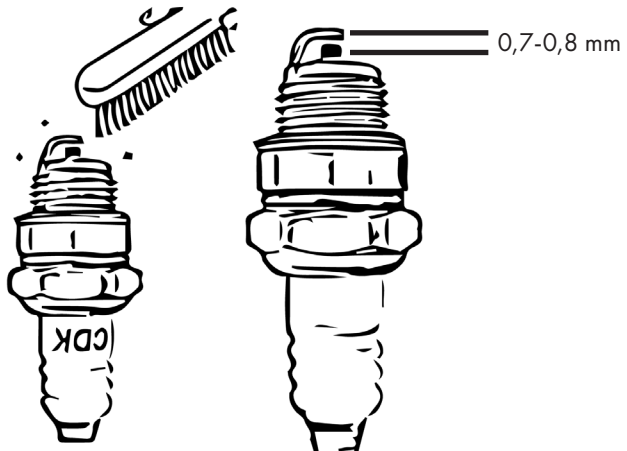

Figure 27
- Réglez l'écartement des électrodes avec une valeur de consigne de 0,7 à 0,8 mm. Voir figure 27.